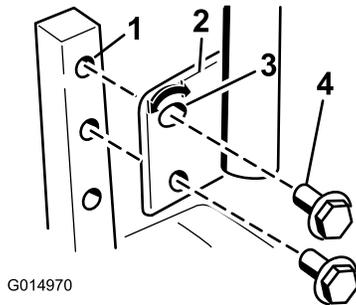

Bild 23
1. Entfernen Sie die zwei Schrauben, mit denen der Schalthebel an der Steuerarmwelle befestigt ist (Bild 23).
3. Befestigen Sie den Hebel mit den zwei Schrauben (Bild 23).
2. Lösen Sie die untere Schraube genug, um den Schalthebel nach vorne oder hinten zu drehen (Bild 23). Ziehen Sie beide Schrauben fest, um den Schalthebel in der neuen Stellung zu arretieren.